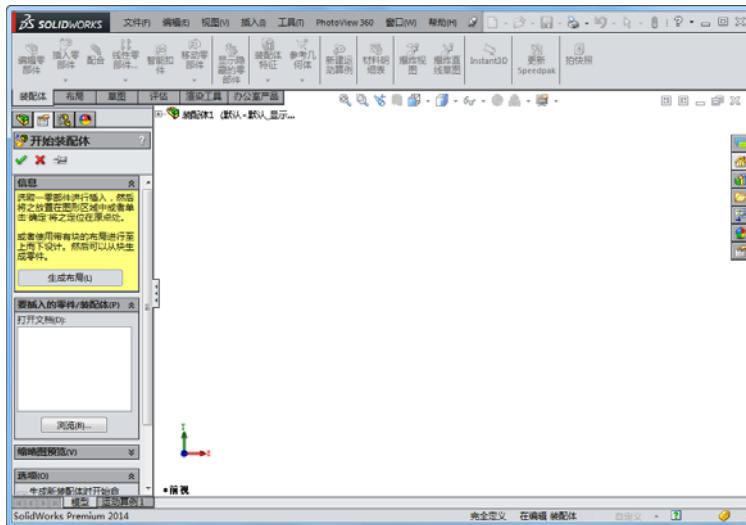

图 7-2 装配体文件操作界面
2. 选择文件类型。在对话框中选择“装配体”图标，然后单击“确定”按钮，创建一个装配体文件。装配体文件的操作界面如图 7-2 所示。